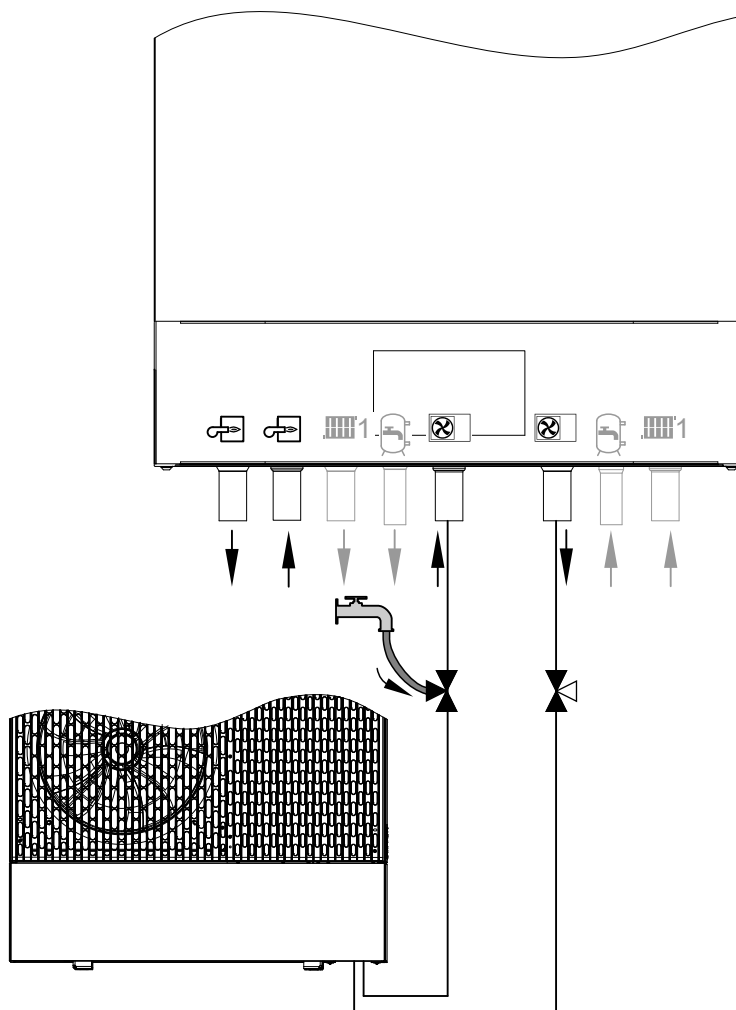

Abb. 72
2. 3-Wege-Kugelhahn vom Vorlauf Außeneinheit (Heizwassereintritt Inneneinheit) gemäß Abb. 72 öffnen: **Offen in allen Richtungen**
3. 3-Wege-Kugelhahn zum Rücklauf Außeneinheit (Heizwasseraustritt Inneneinheit) öffnen: Siehe Abb. 72.